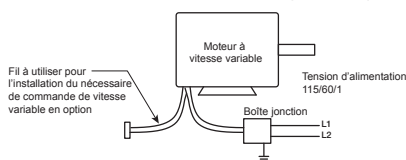

Figure 6
2. Câbler le moteur pour la tension souhaitée conformément au schéma de câblage figurant sur le moteur ou au schéma de câblage à la Figure 6.